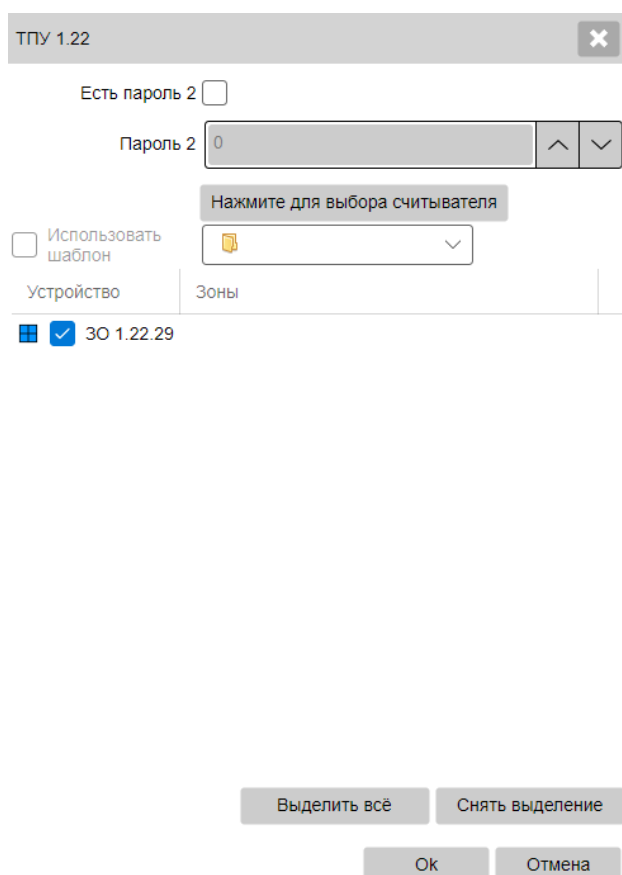

Рисунок 3.15 – Окно настройки прав доступа на отражения охранных зон в ТПУ
4. В открывшемся окне установить флажок напротив отражений ЗО, которые данный пользователь сможет ставить/снимать с охраны (рисунок 3.15)